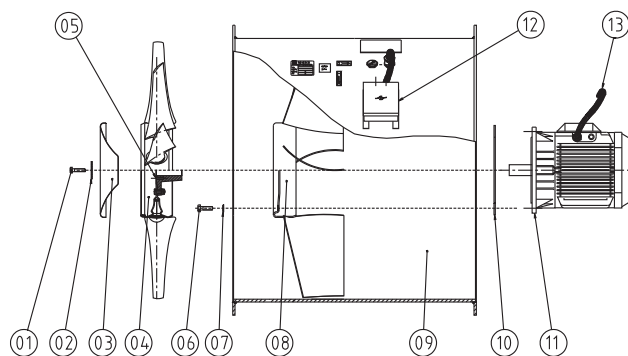

Fig. 11. Ausbau/Einbau des Axialventilator ACN/ACW/ARN
6.5 Ausbau des Motors vom Typ ACN/ACW/ARN (Siehe Fig. 11)
6.6 Einbau des Motors für Typ ACN/ACW/ARN (Siehe Fig. 11)